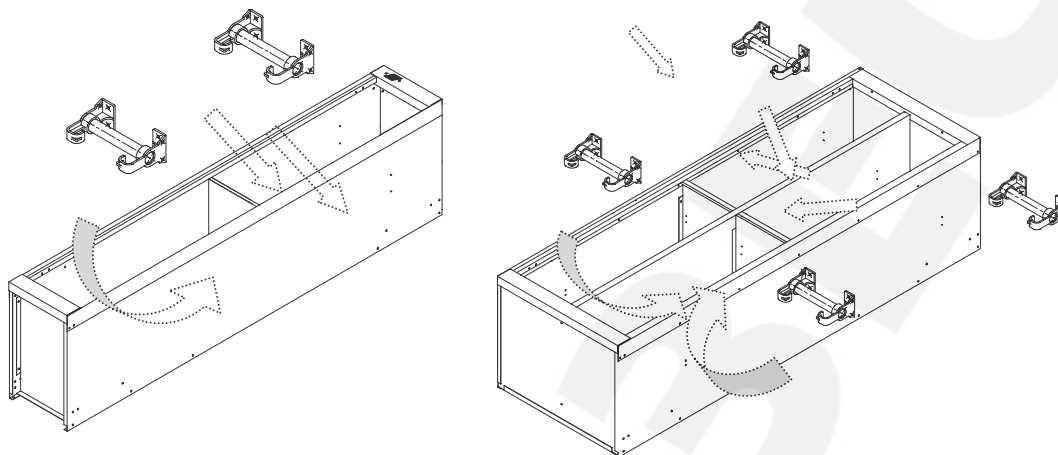

Рис.5
3.5. Установить панель лицевую. Отверстия для вентиляции расположить в верхней части шкафа. Закрепить заклёпками на боковинах. (Рис.5)
*В шкафах ШРК12 и ШРК24 крючки крепятся, как показано на рис.5.*